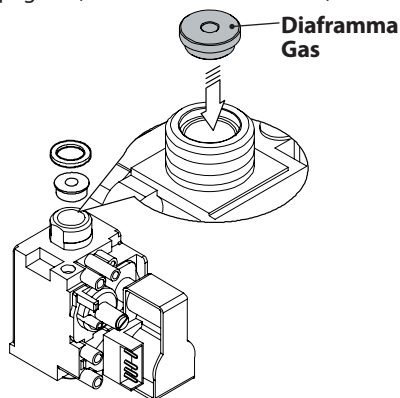

Figura 8.2
- Eseguire la trasformazione del tipo di gas sostituendo correttamente il diaframma gas (Figura 8.2), facendo riferimento alla sezione "Dati tecnici" pag. 30 (modelli M260.1616